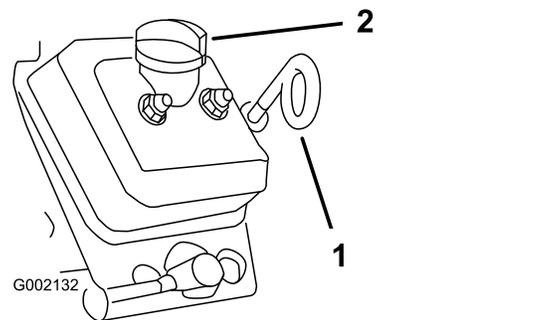

図 35
5. ディップスティックや給油口からごみが入ってエンジンを傷つけないように、ディップスティックと補給キャップ(図 35)の周囲をウェスできれいに拭く。
6. ディップスティック(図 35)を回して抜き取り、付いているオイルをウェスで拭きとる。
7. ディップスティックを根元まで完全に差し込む(図 35)。
10. キャップを取り付ける(図 35)。
11. ディップスティックを取り付ける。奥まで完全に差し込むこと(図 35)。